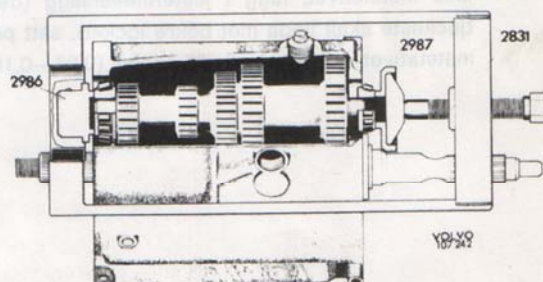

Bild 26. Montering av främre innerring
6. Vänd växellådan upp och ner. Pressa främre lagrets innerring på mellanaxeln med 2831, 2986 och 2987 enligt bild 26. Driv i ytterringarna tills de ligger ca 3 mm över planen.